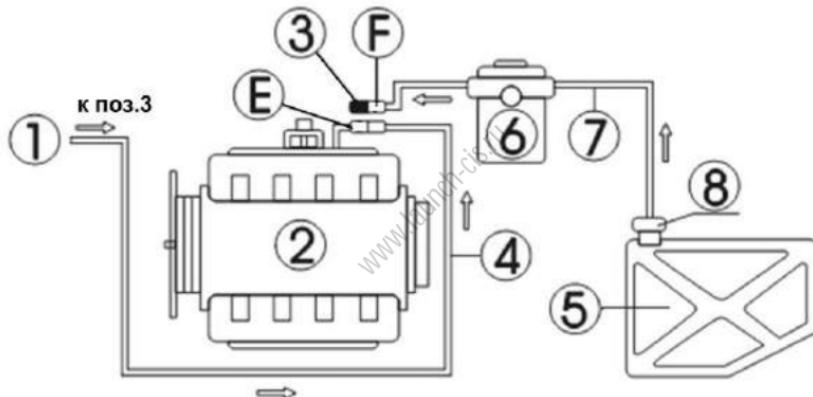

Рис.5.16
- 1) Отсоедините шланги подачи топлива (E, F) топливной системы двигателя (при снятии соединителя оберните его куском ткани), и затем подберите подходящий соединитель и подключите его к концу шланга E, другой конец подсоедините к подающему шлангу стенда. Подвесьте шланг слива топлива. См. рис.5.16.
- 2) Перекройте другой конец отсоединеного шланга (F) заглушкой, (используйте в том случае, если топливный насос имеет функцию возврата топлива) или снимите предохранитель топливного насоса, или отсоедините кабель питания топливного насоса.